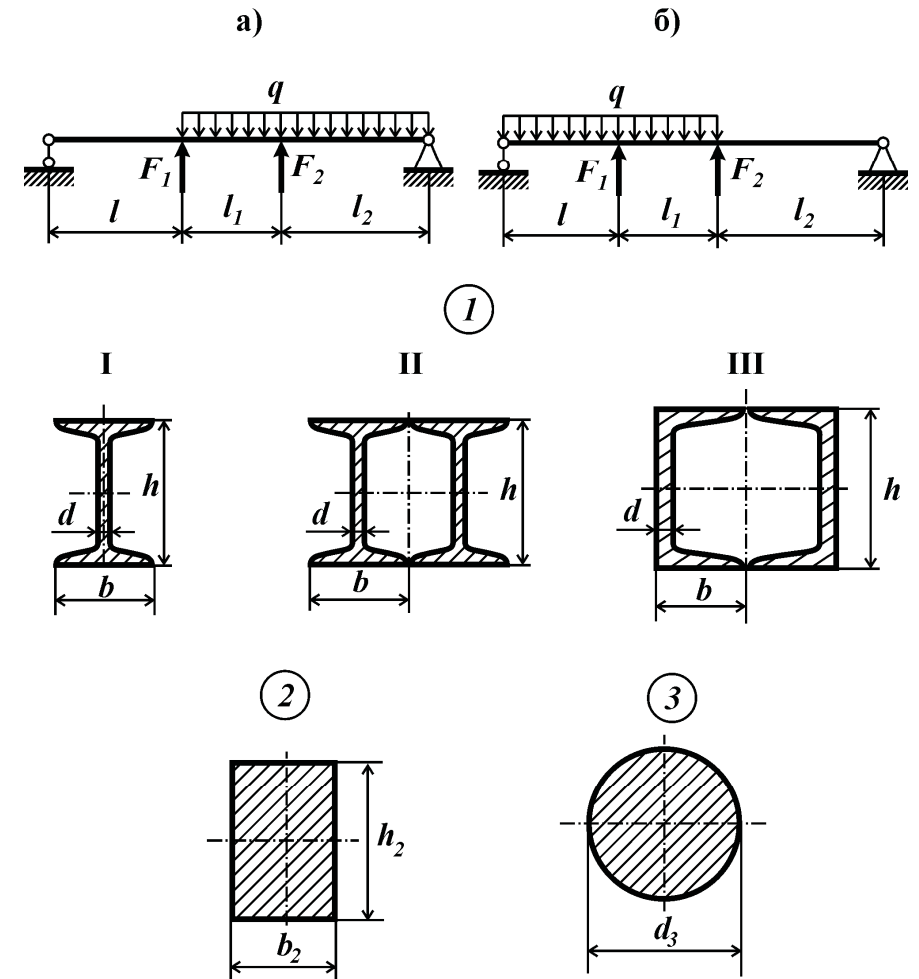

Рис. 27
Для стальной балки (рис. 27) требуется:
1) подобрать из расчета на прочность по наибольшим напряжениям размеры сечений трех типов (см. рис. 27):